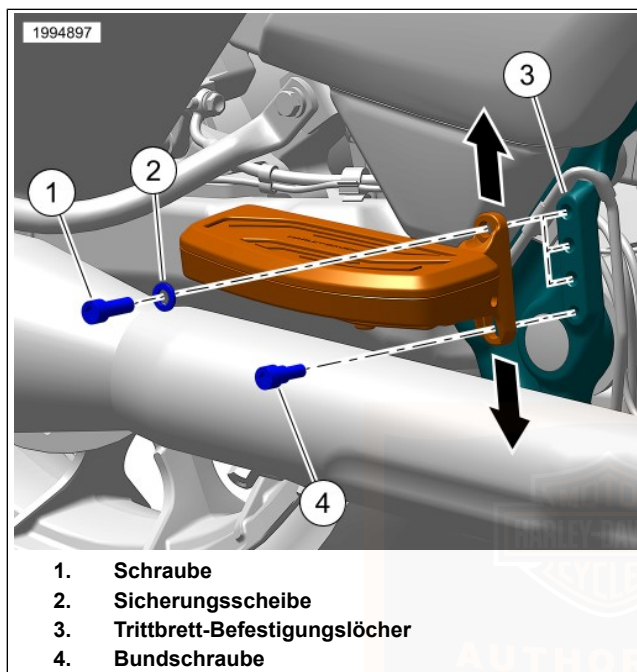

Abbildung 71. Soziustrittbrett
Siehe Abbildung 71. Wenn sich die Halterung nicht nach oben oder unten schieben lässt, die untere Bundschraube (4) lösen, aber nicht herausnehmen.
1. Siehe Abbildung 71. Die Schraube der oberen Halterung (1) und die Sicherungsscheibe (2) entfernen.